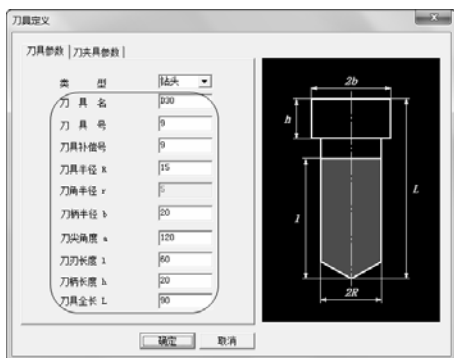

图 2-108 “刀具定义”对话框
2) 单击“刀具参数”选项卡,选择“增加刀具”按钮,系统弹出“刀具定义”对话框,选择“类型”为“钻头”,设置刀具参数如图 2-108 所示。“刀夹具参数”设置为系统默认,然后单击“确定”按钮,刀具便增加到了刀具库中。